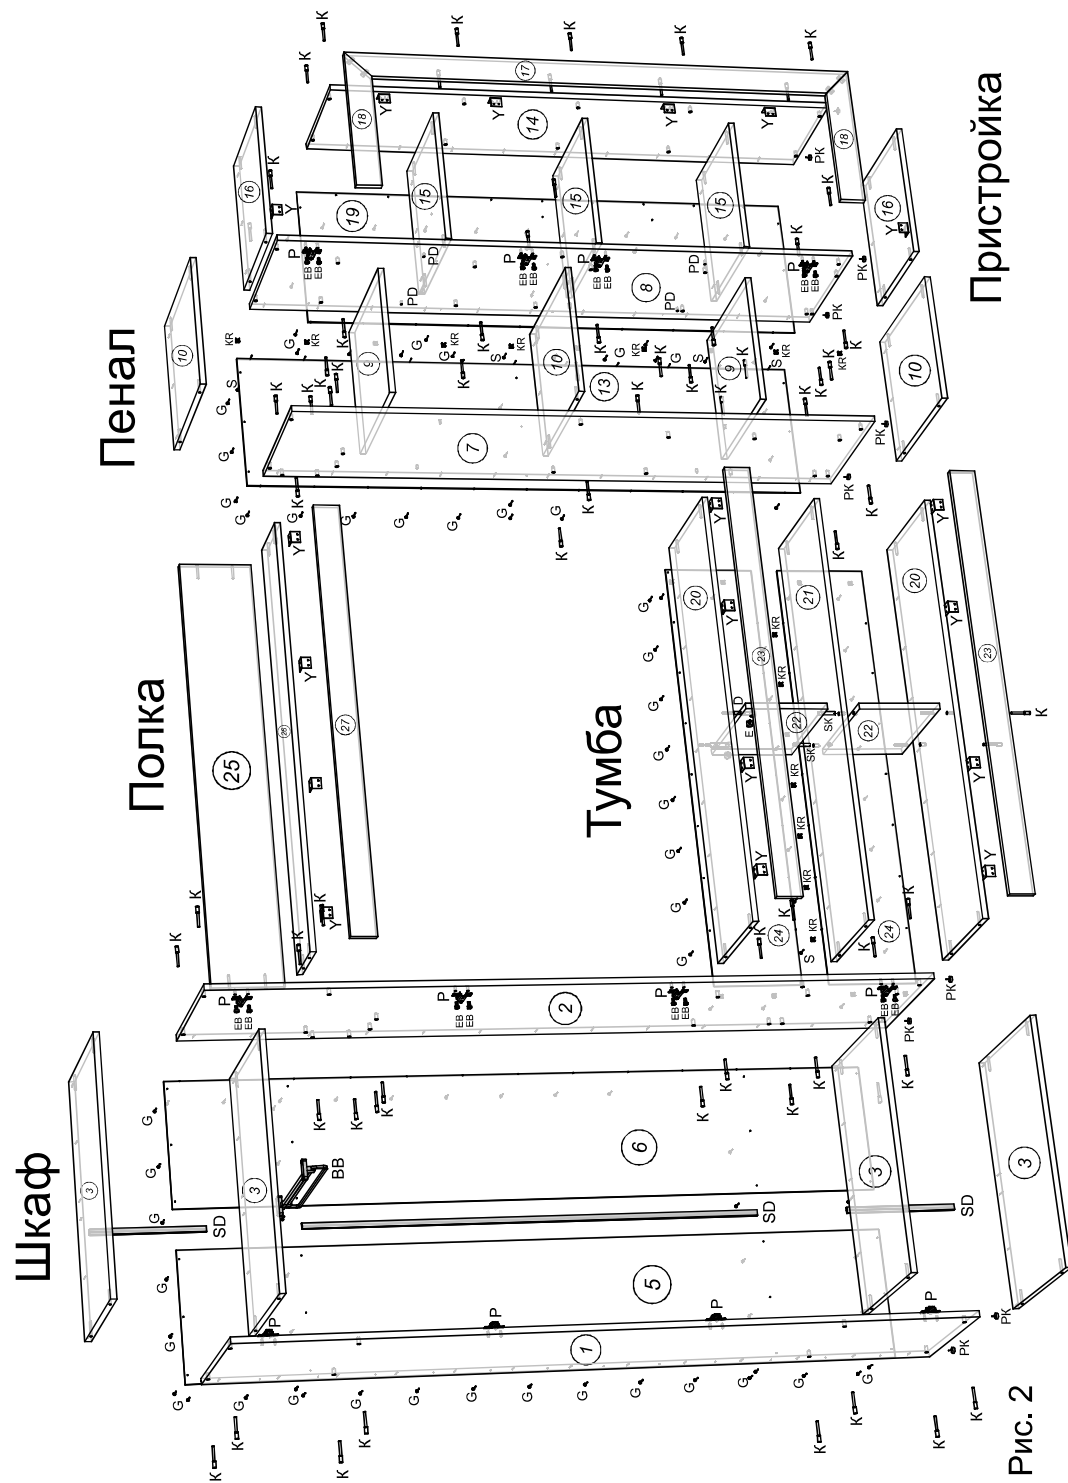

Рис. 2
3. Собрать корпуса шкафа, пенала и пристройки(Рис. 2).
4. Соединить эти корпуса между собой тумбой и полкой как показано на Рис. 2.
5. Установить уголки для крепления багетов на тумбу, полку и пристройку(Рис. 2).